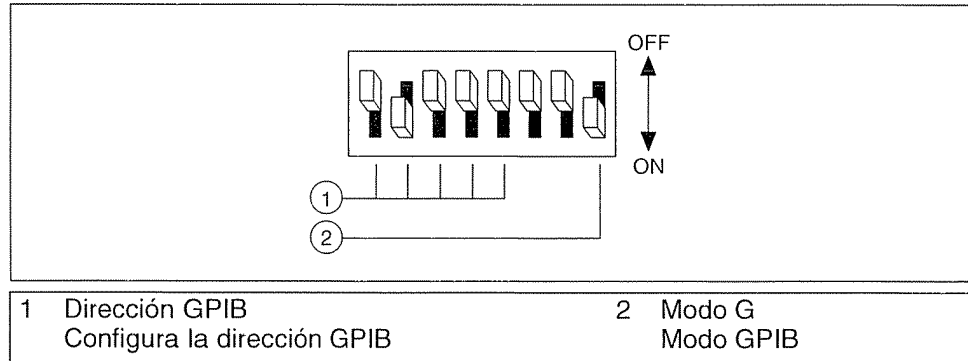

Figura 9-32. Ajustes de configuración GPIB para el simulador de instrumentos A de NI
- Para comunicarse por GPIB, configure los interruptores del Simulador de instrumentos como en la figura 9-32.